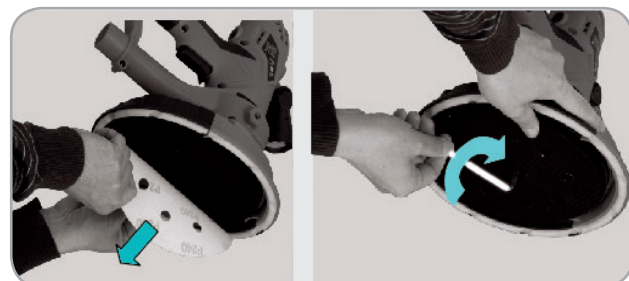

Fig.4
- Țineți fix capul de șlefuire, pentru a preveni rotirea acestuia și slăbiți șurubul cu ajutorul cheii hexagonale din dotare. (Fig.4)